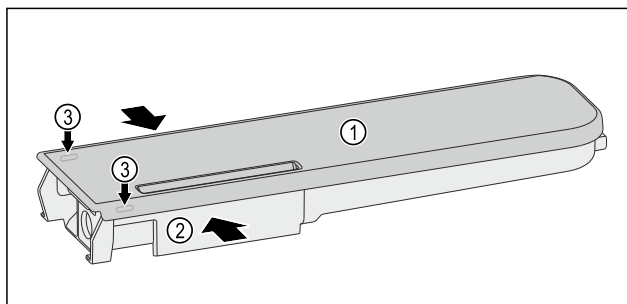

Fig. 224
- Presser le réservoir d'eau *Fig. 224 (2)* et faire levier pour lever précautionneusement le couvercle *Fig. 224 (1)* par les ergots *Fig. 224 (3)*.
- Faire légèrement bouger le couvercle *Fig. 224 (1)* de l'avant vers l'arrière puis le retirer par le haut.